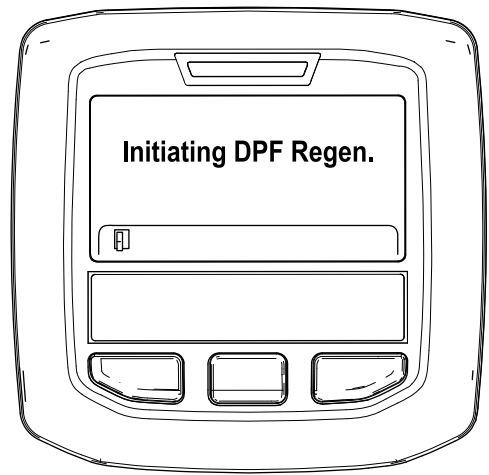

Figura 44
- A. Surge a mensagem "Initiating DPF Regen. (A iniciar Regen. DPF.) (Figura 44).